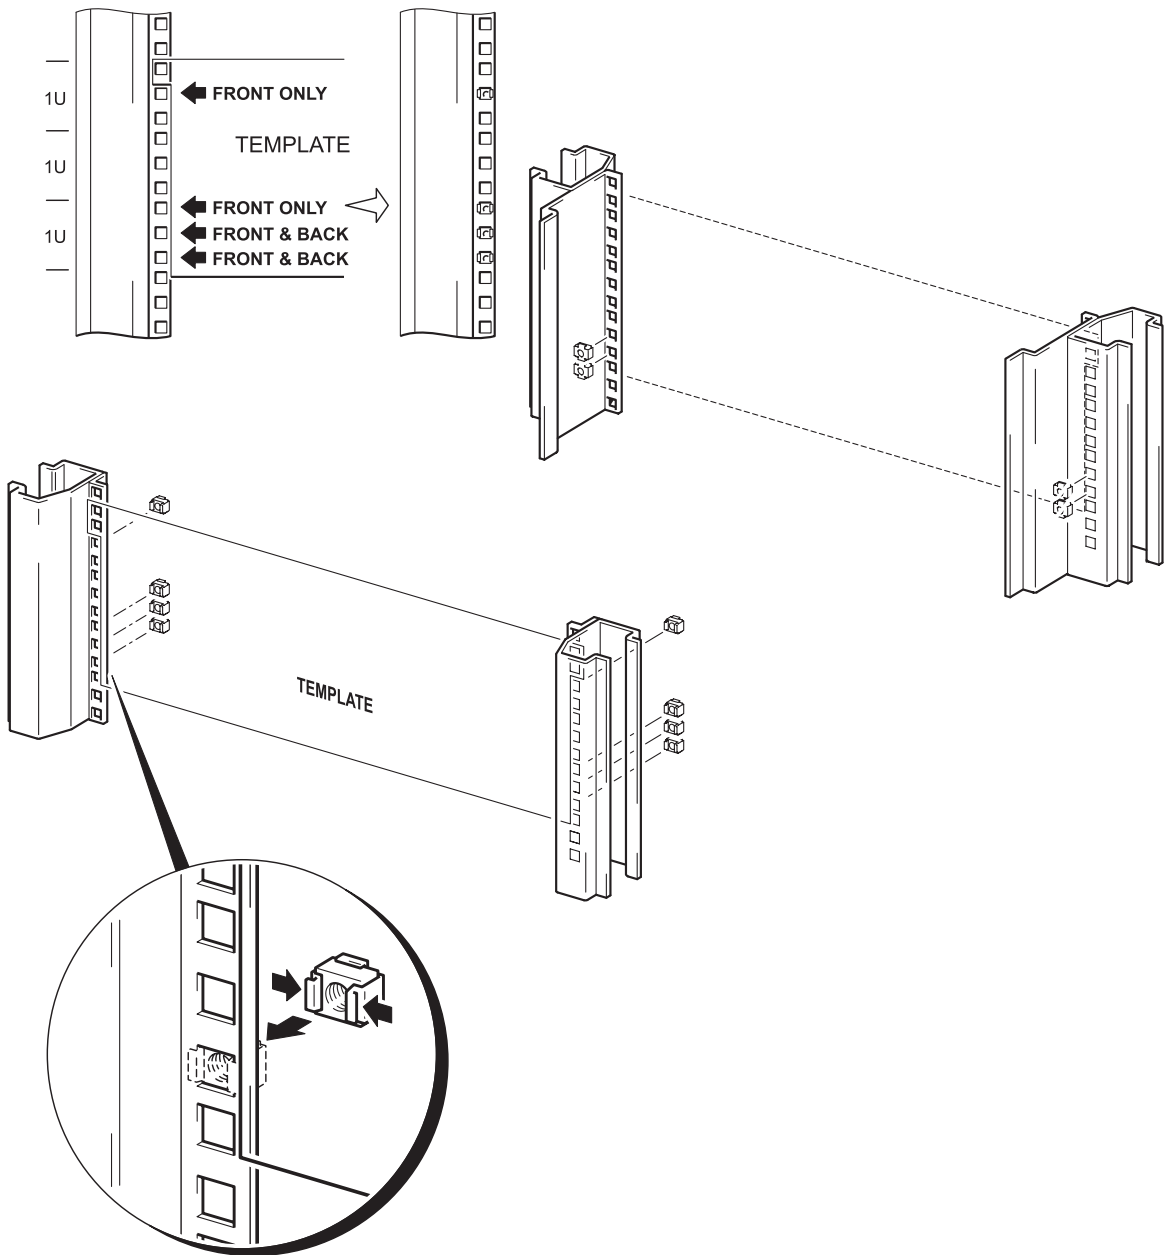

Abb. 2b: Anbringen von M6 Gehäusemuttern (bei rechteckigen Öffnungen)
- 3 Bringen Sie die ersten acht Gehäusemutter (wie in Abb. 2b dargestellt) an den Positionen an, die durch die schwarzen Pfeile mit den Beschriftungen "FRONT ONLY" (NUR VORNE) oder "FRONT & BACK" (VORNE & HINTEN) an der Schablone markiert sind (vier Gehäusemutter auf jeder Seite). Drücken Sie dazu die Gehäusemutter an den Seiten zusammen, und führen Sie diese von innen durch die rechteckige Öffnung in der Rack-Säule. Die Gehäusemutter stehen unter Federspannung. Drücken Sie bei Bedarf zusätzlich mit einem Schraubendreher, damit die Mutter einrasten.